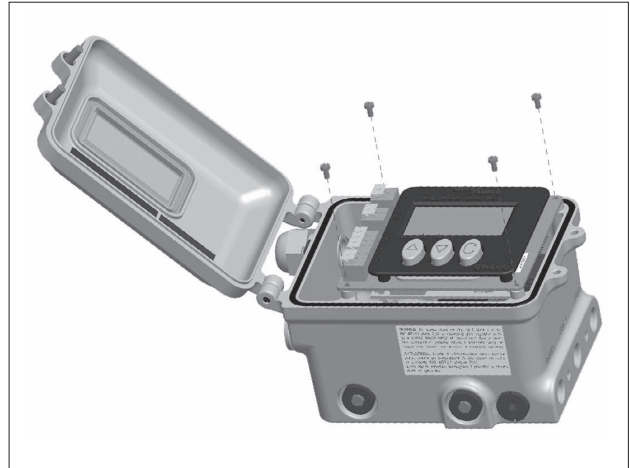

Bild 18
4. Schrauben lösen, siehe Bild 18